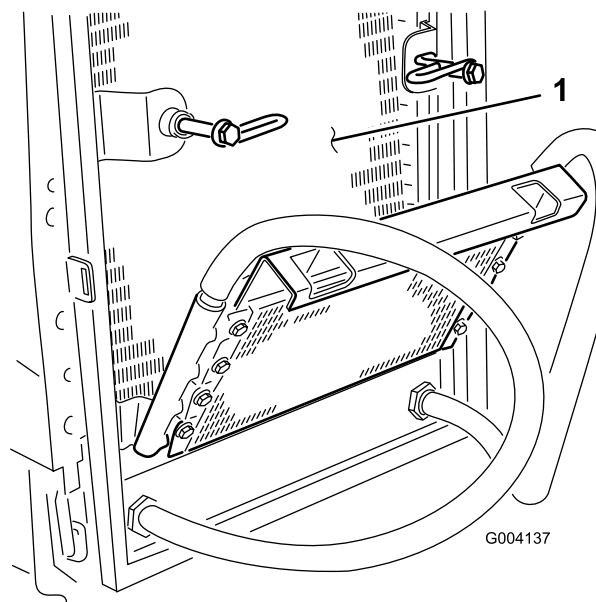

Figura 50
8. Después de limpiar el radiador y los enfriadores de aceite, limpie cualquier residuo que puede haberse acumulado en otras partes de la máquina (Figura 50) con aire comprimido.